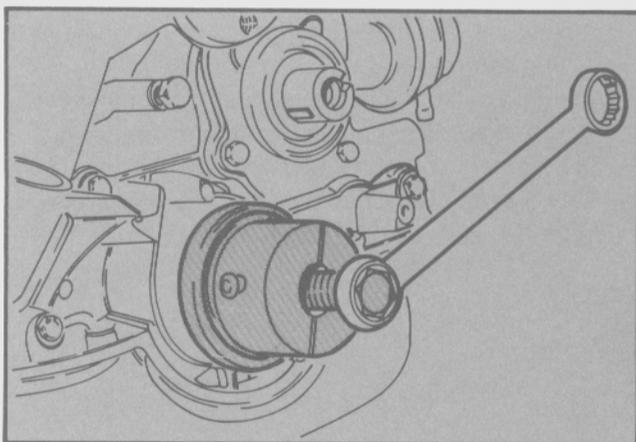

Fig. 20 - Desmontaje del engranaje del cigüeñal
- Extraer el engranaje del cigüeñal utilizando la herramienta T74G-6256-BAS (Fig. 20).